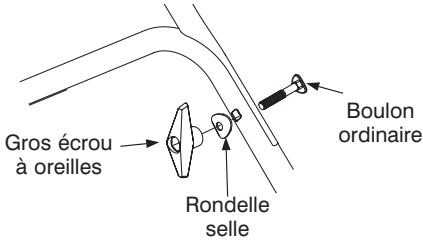

Figure 2
- Attachez le guidon supérieur sur le guidon inférieur avec des boulons ordinaires courbés, rondelles selle et des gros écrou à oreilles. (Voir la figure 2).